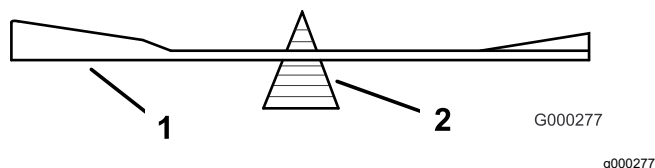

Рисунок 111
2. Проверьте балансировку ножа с помощью балансировочного устройства для ножей (Рисунок 111).